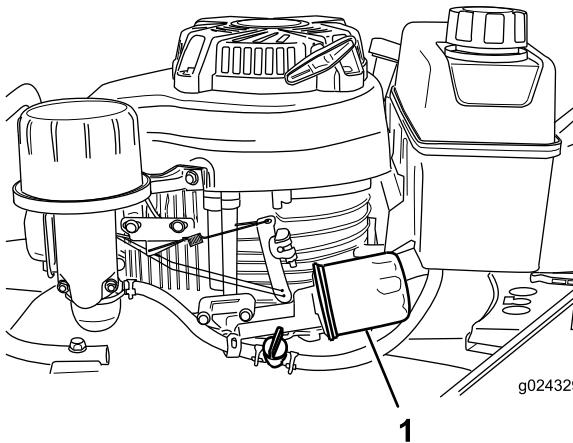

Figura 21
- Coloque un trapo debajo del filtro de aceite (**Figura 21**) para recoger cualquier aceite que se salga al retirar el filtro.